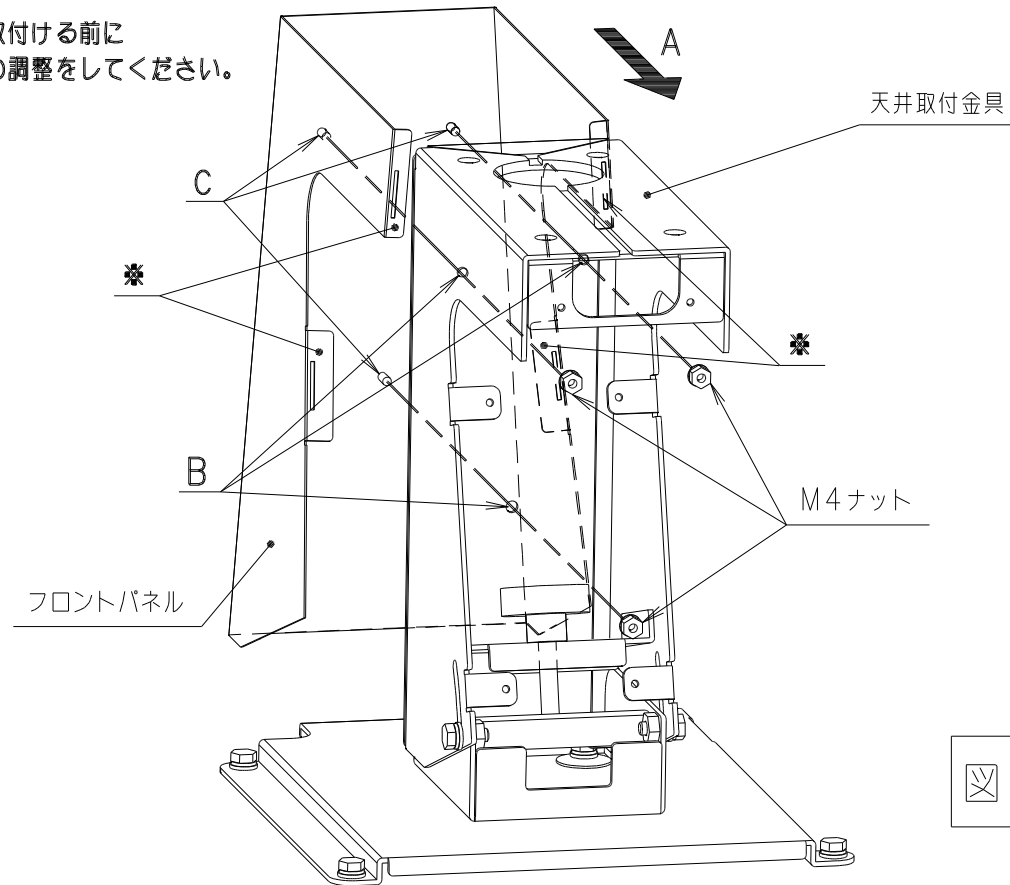

図6
6. フロントパネルの曲げ部 (※4箇所) を天井取付金具にあたらぬように広げながら矢印Aにそってスライドさせ、天井取付金具の穴B (3箇所) にフロントパネルの突起部C (3箇所) をいれこみます。入れ込んだところにM4ナット (3個) で固定してください。 (図6参照)